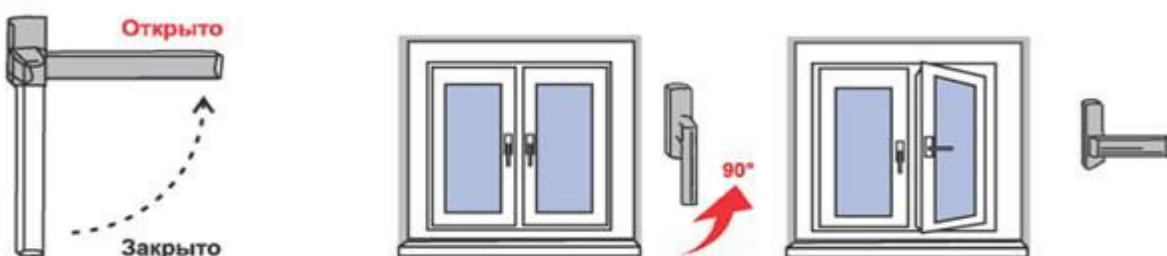

Рис. 1
1) Чтобы открыть (распахнуть) створку окна, ручку поворачивают на 90 градусов в горизонтальное положение (положение «Открыто» на Рис. 1). При повороте ручки закрытую створку слегка прижимают к раме другой рукой (чуть выше ручки). Затем, потянув за ручку, створку распахивают (сплошной режим – поворотное открывание).